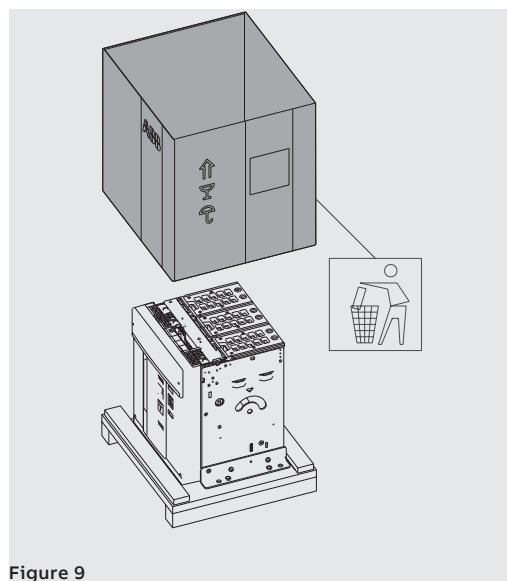

Figure 9
3. Enlever le carton de l'emballage en le soulevant vers le haut. Voir Figure 9.